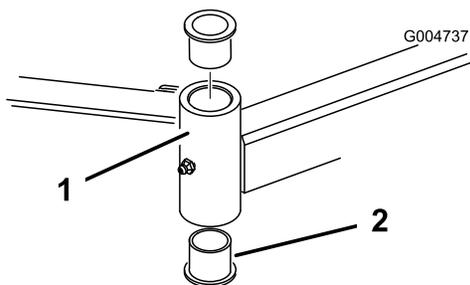

Bild 86
4. Stecken Sie einen Dorn oben oder unten in das Befestigungsrohr und treiben die Büchsen heraus (Bild 86).